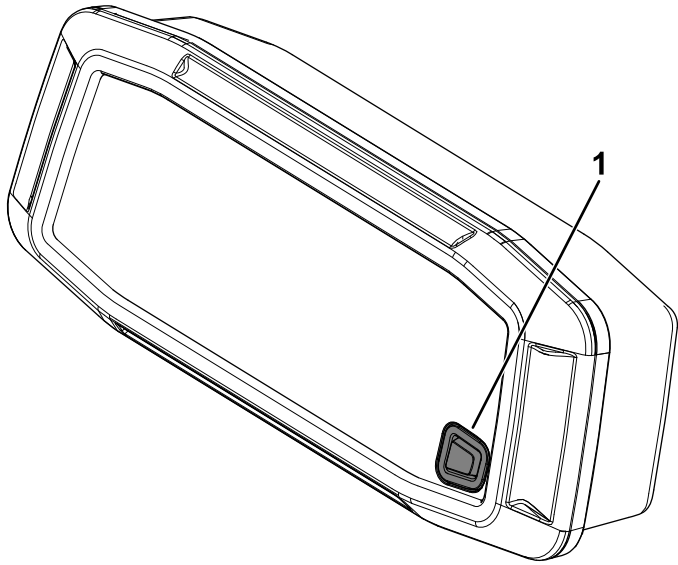

Figura 73
3. Con el motor en funcionamiento y sin pisar el pedal del freno, mantenga pulsado el botón de pantalla durante 10 segundos (Figura 73).